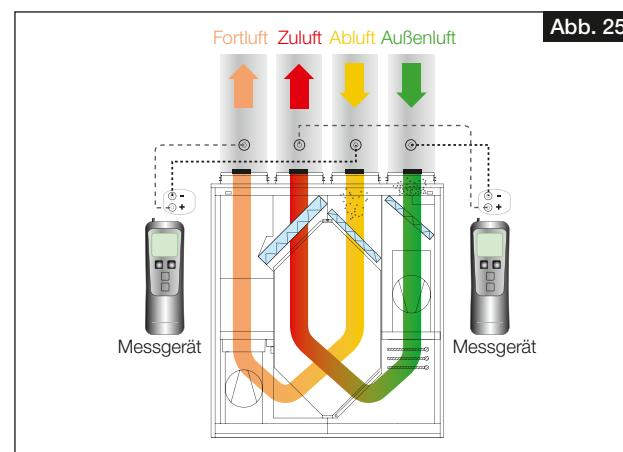

Abb. 25
- Druckmessstutzen in der Zu- und Abluftleitung sowie der Fort- und Außenluftleitung des Gerätes installieren (s. Abb. 25).
① Ca. 20 cm gerade Beruhigungsstrecke zum Messstutzen einhalten!